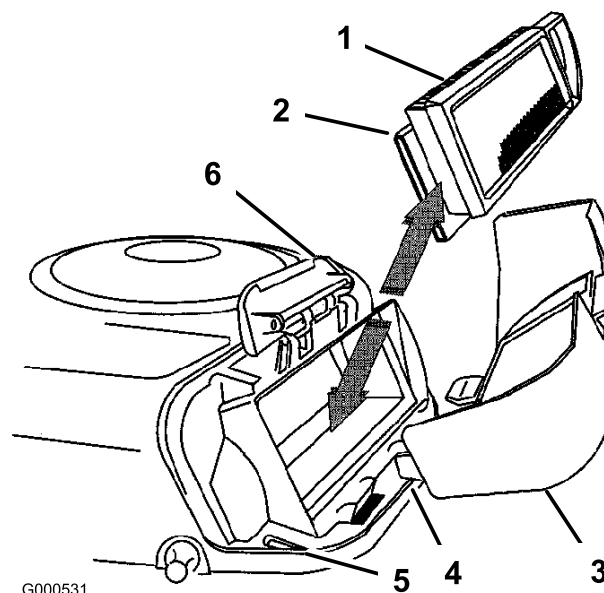

Bild 31
5. Schieben Sie den Papier- und den Schaumeinsatz vorsichtig vom Gebläsegehäuse herunter (Bild 31).
2. Fluchten Sie die Nasen des Luftfilterdeckels mit den Schlitten im Gebläsegehäuse aus (Bild 31). Haken Sie den Griff in die Abdeckung ein und drücken auf den Griff, um diesen einzurasten.